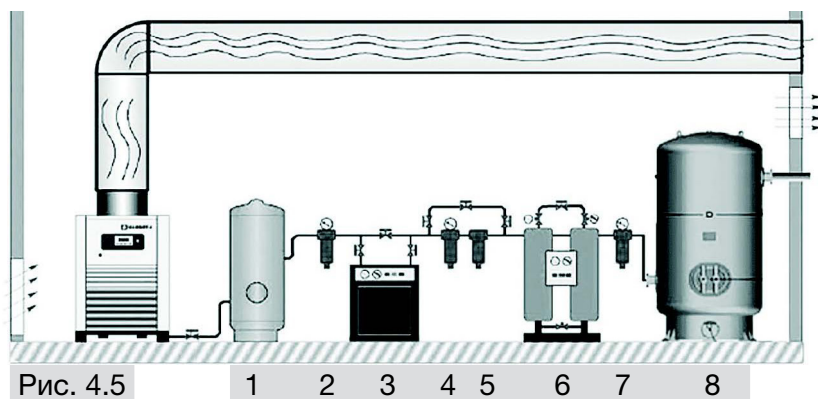

Рис. 4.5
- Пожалуйста, обратитесь к рис. 4.5 для стандартного расположения воздушной системы.
Цифры на рис. 4.5 соответствуют следующим компонентам: